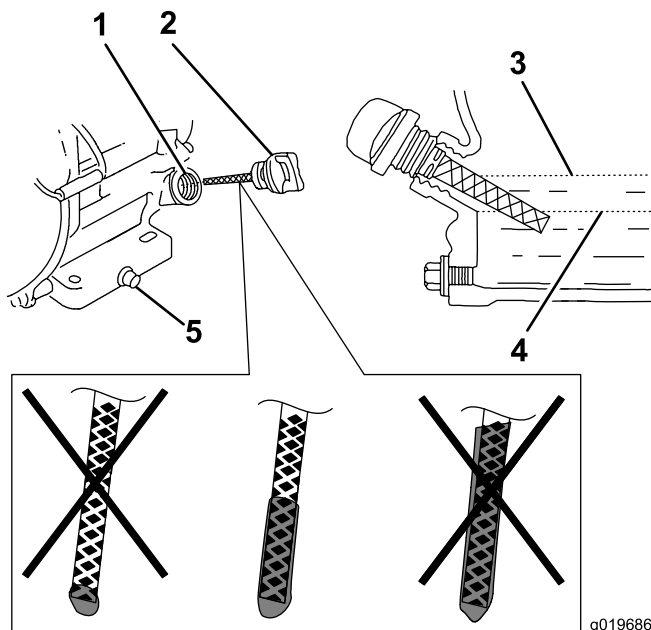

図 11
6. ディップスティックを抜いてエンジンオイルの量を点検する **図 11**。